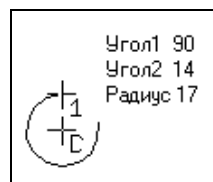

Рис. 5.5. Построение дуги
- ◆ укажите курсором начальную точку **Т1** дуги. Сдвиньте курсор в правую сторону от точки **Т1**. Фантом дуги будет строиться по часовой стрелке (рис. 5.5). Сдвиньте курсор в левую сторону — фантом будет строиться влево;